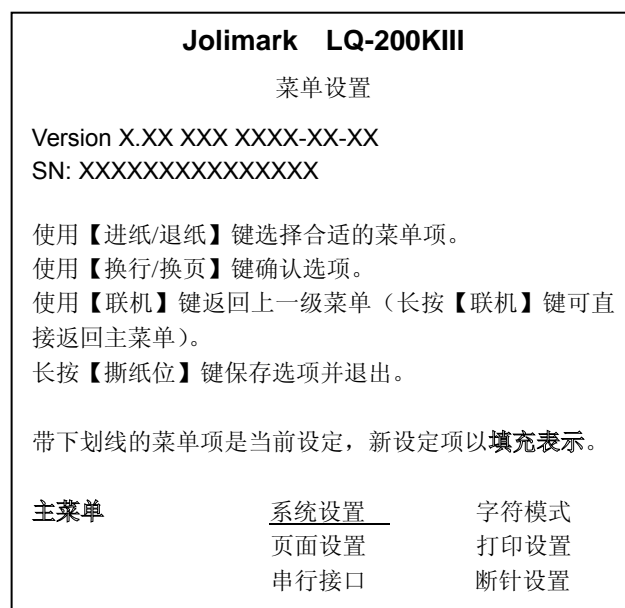

图 2-3 进入菜单设定打印示例
3. 按住【**进纸/退纸**】键和【**换行/换页**】键，再开启打印机。打印机自动进纸，并打印出当前设置（如图 2-2、图 2-3 所示）。
- 首先打印出标题和主菜单（如图 2-3 所示），有下划线的选项是当前的缺省选项。打印头就停留在当前缺省选项下方。